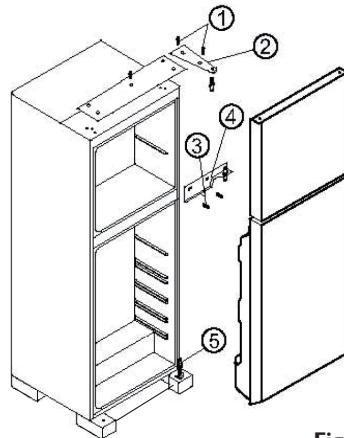

Fig. 1
- Enlevez les vis pour sortir la charnière (**Fig. 1, n° 1 et 2**), enlevez la porte du compartiment supérieur et placez-la dans un endroit sûr.
- Pour enlever la porte inférieure, desserrez les vis de la charnière de support centrale et enlevez-la. (**Fig. 1, n° 3 et 4**)
- Levez la porte inférieure de la broche de charnière (**Fig. 1, n° 5**) placez-la dans un endroit sûr.